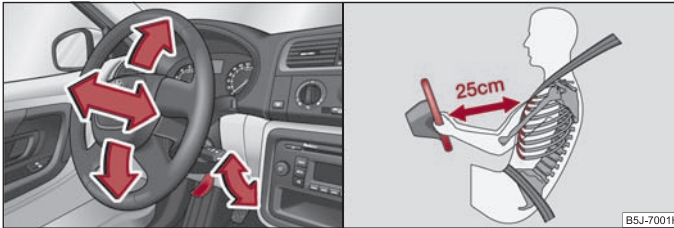

Abb. 91 Verstellbares Lenkrad: Hebel unter der Lenksäule / Sicherer Abstand vom Lenkrad
- Schwenken Sie den Hebel unter der Lenksäule ⇒ Abb. 91 nach unten ⇒ ⚠.
- Der Fahrer muss einen Abstand zum Lenkrad von mindestens 25 cm einhalten ⇒ Abb. 91 rechts. Wenn Sie den Mindestabstand nicht einhalten, kann Sie das Airbag-System nicht schützen – Lebensgefahr!